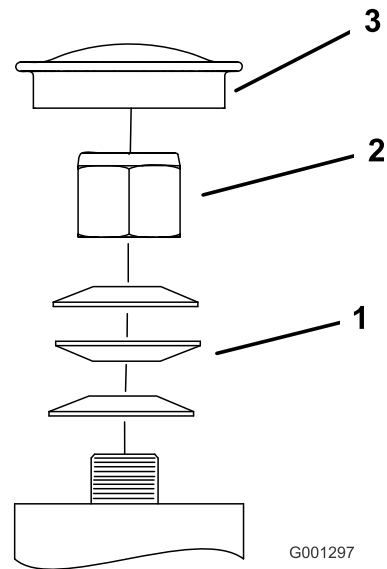

Figura 71
3. Togliete il coperchietto antipolvere dalla ruota orientabile e serrate il dado di bloccaggio (Figura 71).
4. Serrate il dado di bloccaggio finché le rondelle elastiche non sono piatte, quindi allentate di un quarto di giro per mettere a punto il precarico sui cuscinetti (Figura 71).
Importante: Verificate che le rondelle elastiche siano correttamente montate, come riportato nella Figura 71.
5. Montate il coperchietto antipolvere (Figura 71).